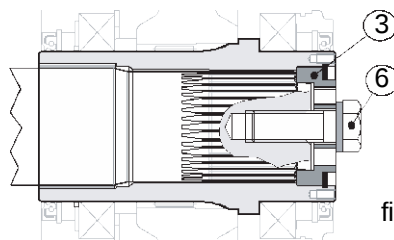

fig. 13
Sostituire la barra (pos. 4) con la vite (pos. 6), serrandola a fondo, applicando una forza come da tabella "coppie di serraggio" paragrafo 9.1, utilizzando inoltre un frena filetti medio; Piv Posiplan consiglia LOCTITE 601 (vedi fig. 13).